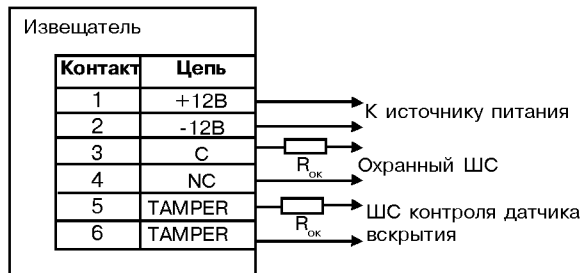

Рис. 4 Схема подключения
- Выполните соединения согласно схемы на рис. 4.